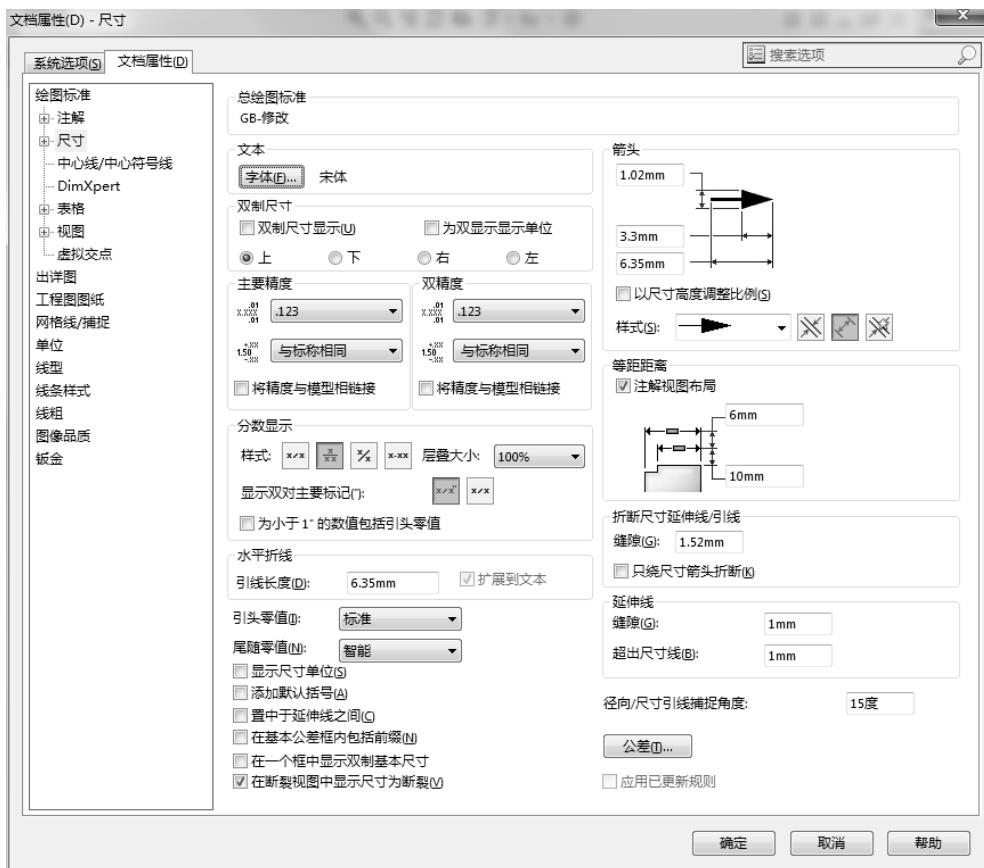

图 8-63 尺寸选项对话框
- [1] 在工程图中单击标准工具栏上的【选项】按钮 \square ，选择“文档属性”，然后选择“尺寸”。单击【工具】/【选项】/【文件属性】/【尺寸】，尺寸选项对话框如图 8-63 所示。